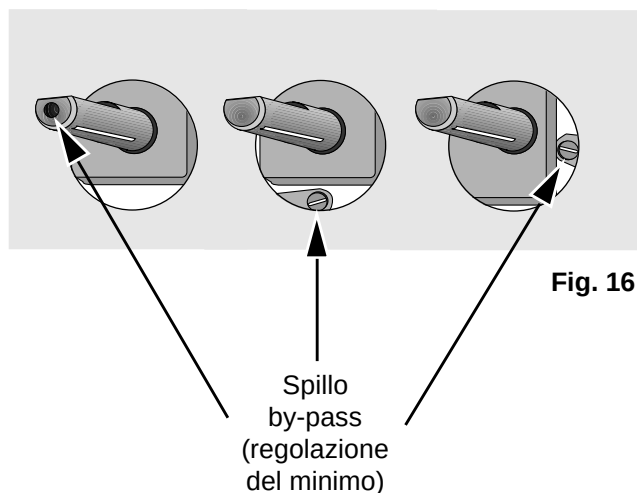

Fig. 16
- Agite sullo spillo by-pass posto lateralmente all'asta del rubinetto (vedi fig. 16).